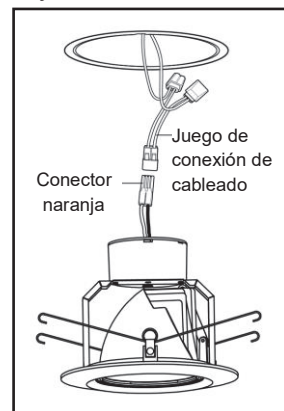

Figura 7
3. Retire el adaptador de enchufe de la caja. Corte ambos cables del adaptador junto al adaptador de enchufe y lejos del conector naranja; luego, deseche el portalámparas. Retire los dos (2) conectores de empalme rojo de la bolsa del juego del cableado. Forme pares con los cables conectores de la carcasa y los conectores naranjas por color hasta cada uno de los conectores rojos. Coloque el elemento de inserción de metal con forma de U en los cables y apriete con fuerza. Cierre la tapa para sujetar y aislar la conexión. (Consulte la figura 7).